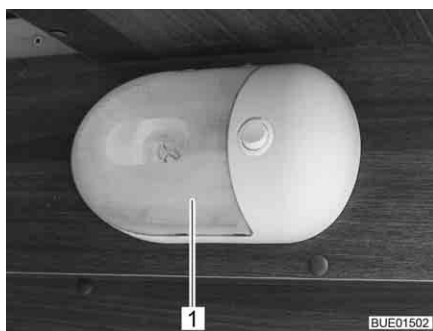

Fig. 271 Luminaire apparent
- Presser le couvercle transparent (Fig. 271,1) avec précaution des deux côtés, l'éloigner légèrement du commutateur et le retirer par l'avant.